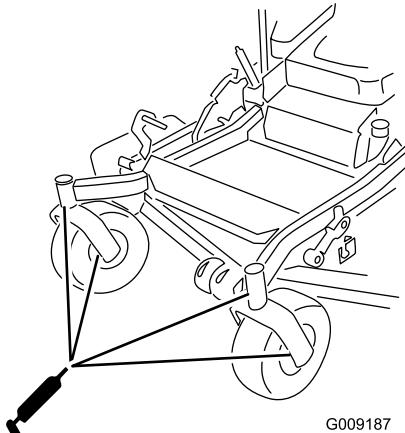

**Figura 42**
5. Engrase el brazo tensor de la correa de transmisión (Figura 42).